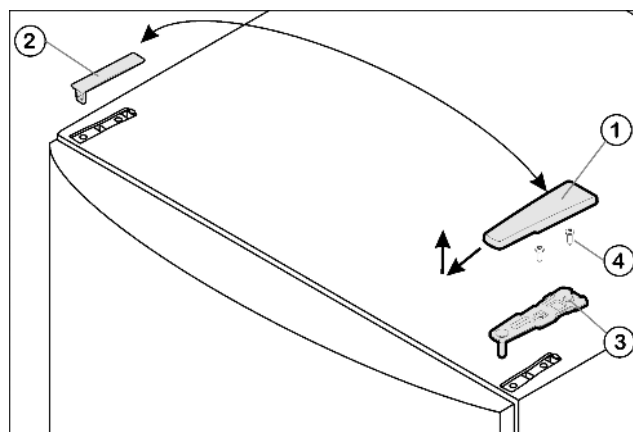

Fig. 4
- ▶ Потяните крышку Fig. 4 (1) вперед и вверх.
- ▶ Снимите крышку Fig. 4 (2).
- ▶ Открутите верхний опорный кронштейн Fig. 4 (3) (2 шт. Torx® 25) Fig. 4 (4) и вытяните вверх.
- Установите верхний опорный кронштейн Fig. 4 (3) на новой стороне шарнира и защёлкните в дверце.
- Привинтите верхний опорный кронштейн (с моментом 4 Нм) (2 шт. Torx® 25) Fig. 4 (4). При необходимости проделайте отверстия или используйте аккумуляторную отвертку.
- Наденьте и защёлкните крышку Fig. 4 (1) и крышку Fig. 4 (2) на противоположной стороне снаружи.